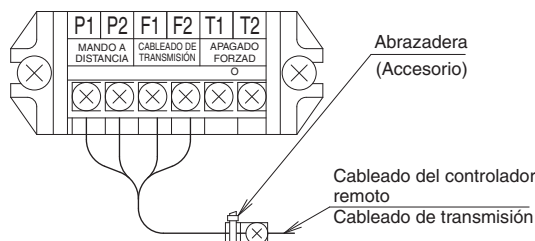

Fig. 18
- Introduzca en la caja de componentes eléctricos el cableado del controlador remoto, el cableado de transmisión y el cable del control informatizado a través del orificio de paso, y conéctelos a los terminales del bloque de terminales X3M. Tras la conexión, fije los cables con el material de sujeción proporcionado. **(Consulte la Fig. 18).**